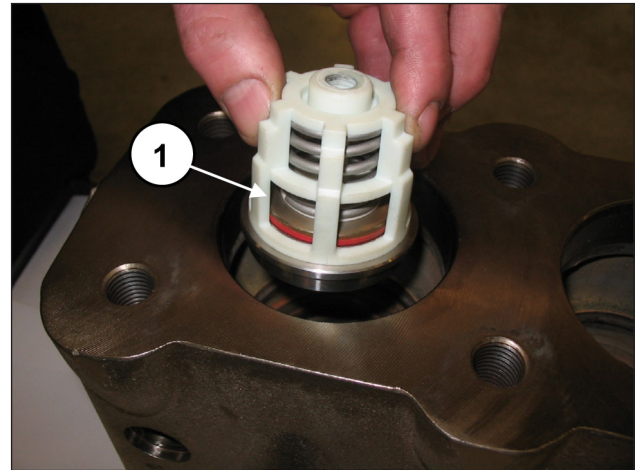
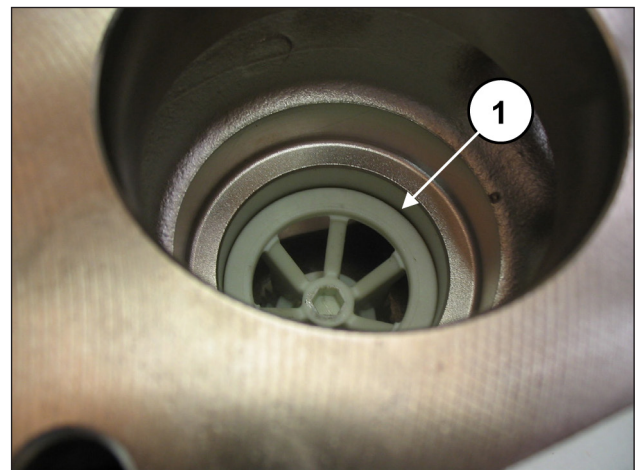

Fig. 121
Fig. 122
Insérer le groupe soupape d'aspiration (rep. ①, Fig. 121) puis l'entretoise (rep. ①, Fig. 122).
Pousser à fond le groupe soupape qui devra se présenter comme suit, rep. ①, Fig. 122.